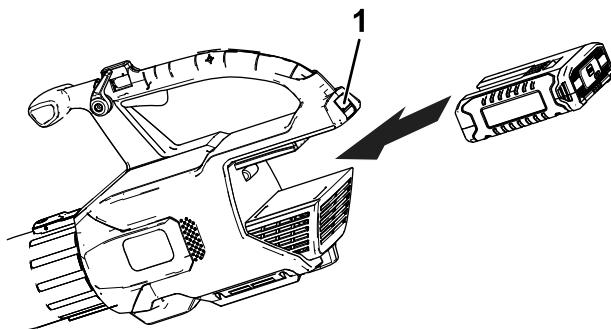

Figura 3
2. Alinee el hueco de la batería con la lengüeta del alojamiento de la empuñadura, sujeté la empuñadura, e introduzca la batería en la empuñadura hasta que el cierre encaje en su sitio (Figura 3).